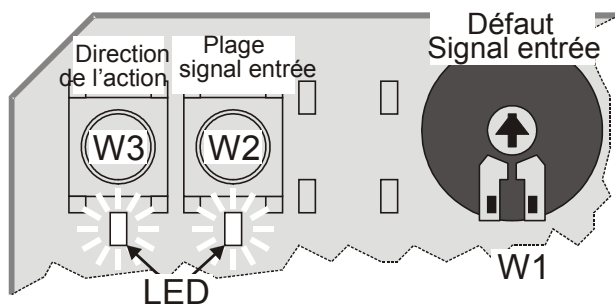

Fig. 1. Boutons poussoirs et potentiomètre (positions usine)
* Configuration usine; inversion possible en appuyant sur le bouton poussoir de droite (W3) situé sur le circuit (voir Fig. 1).
Le sens d'action peut être inverse en appuyant sur le bouton poussoir de gauche (W3) situé sur le circuit imprimé (voir Fig. 1). Si la LED correspondante est allumée, la tige actionneur rentre pour un signal de commande de 0(2) Vdc (configuration d'usine); si cette LED est éteinte la tige sort pour un signal de commande de 0(2) Vdc.
La plage du signal analogique d'entrée Y peut être changée en appuyant sur le bouton poussoir de droite (W2) situé sur le circuit imprimé (voir Fig. 1). Si la LED correspondante est allumée l'actionneur est configure pour une plage 0...10 V (configuration d'usine), si la LED est éteinte la configuration est 2...10 V.
En utilisant le potentiomètre (W1) situé sur la carte circuit imprimé (voir Fig. 1), l'actionneur peut être ajusté de manière qu'en cas de défaut de signal d'entrée (ex.. un conducteur coupé), l'actionneur atteigne une position pré-établie entre 0% et 100%. Le réglage d'usine est la position de course 50%.